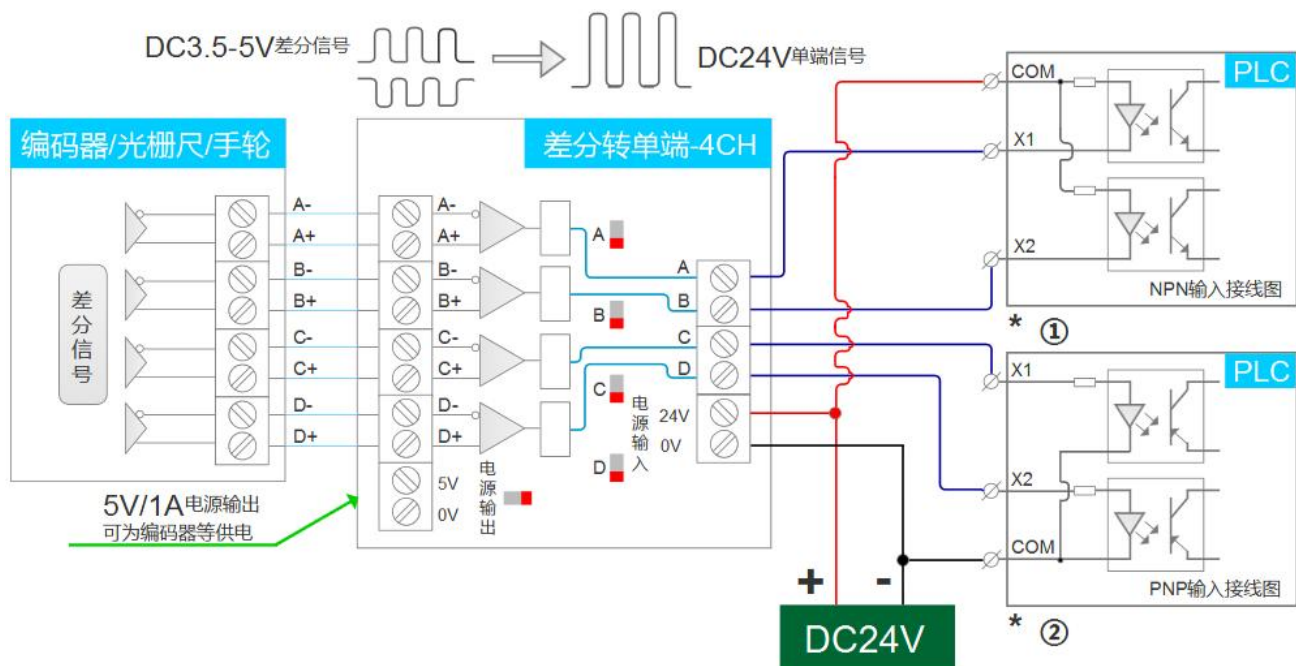

Figura 5.2.1 Cableado de la señal de entrada diferencial
1) Cuando la señal de entrada sea una señal diferencial, consulte el diagrama de cableado de la Figura 5.2.1;
2) Respecto al método de conexión de la señal de salida del módulo, si el PLC tiene entrada NPN, conéctelo de acuerdo con ① en la Figura 5.2.1; si el PLC tiene entrada PNP,
Luego, realice la conexión según el método ② de la Figura 5.2.1. Otros modelos de módulos solo difieren en el número de canales, y el cableado es el mismo.